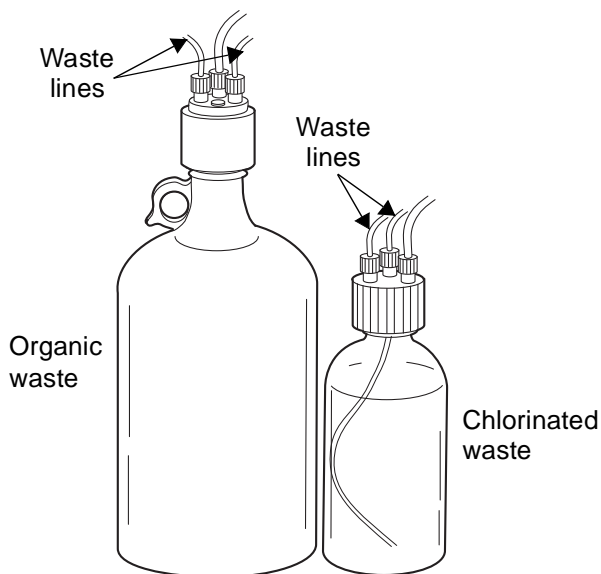

Figure A-2 Waste Bottle Cap Showing Waste and Vent Lines
- Vérifiez les joints toriques à l'intérieur du bouchon du flacon de rejet, puis vissez complètement le bouchon sur le flacon (sur les deux flacons pour un appareil avec détecteur de trityl, voir Figure A-2).